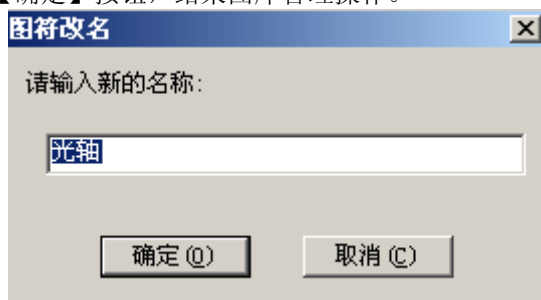

图 8-18 图符改名
(1) 在【图库管理】对话框中选择要改名的图符，可通过右侧预览框对图符进行预览，具体方法与提取图符时一样。
(2) 单击【图符改名】按钮，选择需要修改的选项，如需要修改图符的名称，单击【重命名当前图符】，如图 8-18 所示。